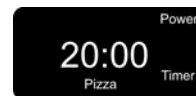

Fig. 14
4. Choisissez la durée désirée en appuyant sur le bouton Augmentation/Diminution. Choisissez la durée figurant sur l'emballage. (Fig. 14)